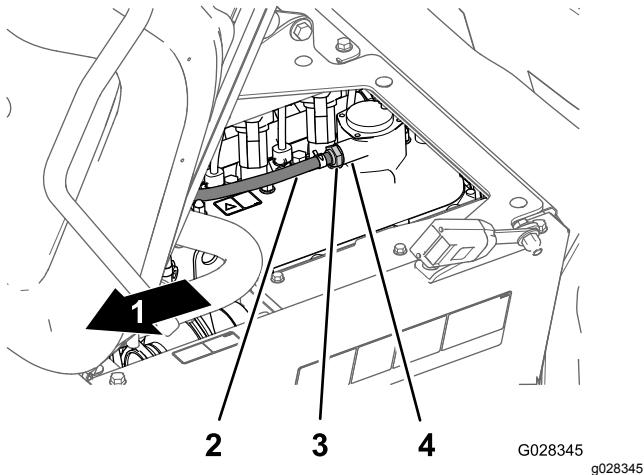

Figura 70
2. Retire la válvula del sistema PCV del acoplamiento de la tapa de válvulas (Figura 70).
Nota: Si suena el limitador interno de la válvula, la válvula del sistema PCV está bien; si el limitador interno no está libre y no suena al sacudirse, sustituya la válvula (Figura 70).
4. Introduzca la válvula del sistema PCV del hasta que quede correctamente asentada en la junta del acoplamiento de la tapa de válvulas (Figura 70).